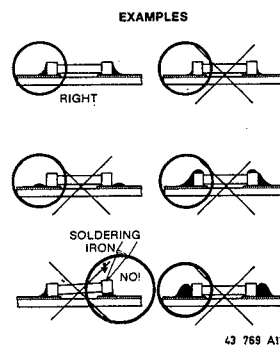

Abb. 8.3
- g. Die Lotmenge muß der Größe der Lötfläche entsprechen. Bei einer zu großen Menge könnte das Bauelement reißen oder die Lötflächen könnten sich von der Leiterplatte lösen (siehe Abb. 8.3).